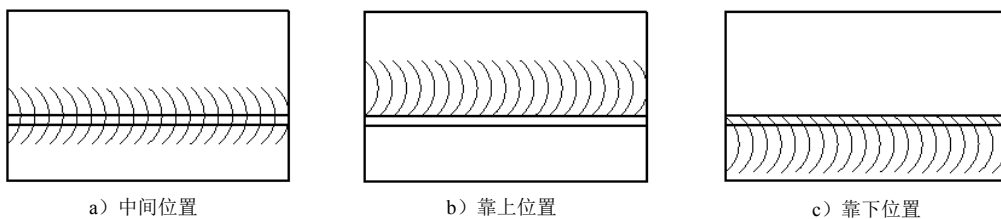

图 6.11.12 毛虫位置
- ☑ **毛虫位置(P):** 用于定义毛虫显示在焊缝边线的位置。毛虫位置包括“中间位置”、“靠上位置”和“靠下位置”三种,如图 6.11.12 所示。